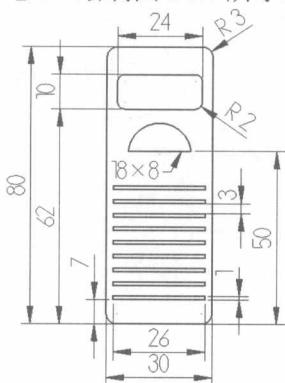

图1-26
**【练习1-26】：**利用【Create】/【Create Rectangular Shapes】变形矩形命令，绘制图 1-26 所示图形。